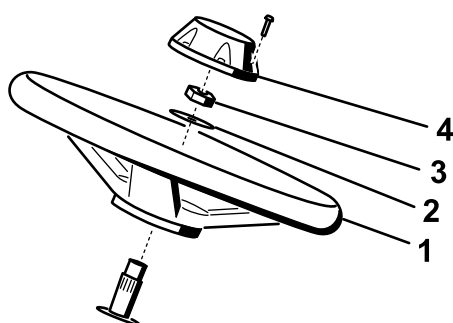

Figura 5
1. Faça deslizar o volante para a coluna de direcção (Figura 5).
2. Faça deslizar a anilha para a coluna de direcção (Figura 5).
3. Fixe o volante na coluna com uma porca de bloqueio e aperte-a com 27 a 35 Nm (Figura 5).
4. Instale a tampa no volante e fixe-a com um parafuso (Figura 5).